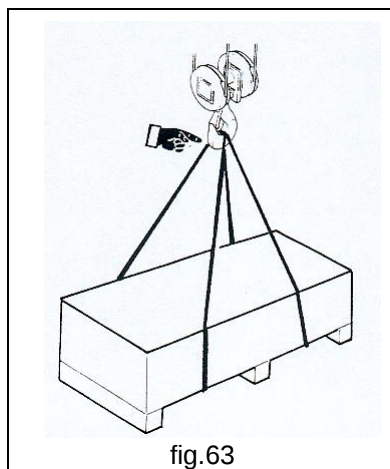

fig.63
- **TOUJOURS** assurer de manière correcte le harnais de la charge au crochet de levage après avoir veillé à équilibrer la charge avant de la soulever, à mettre sous tension les harnais à l'aide de manœuvres lentes et sûres (fig.63).